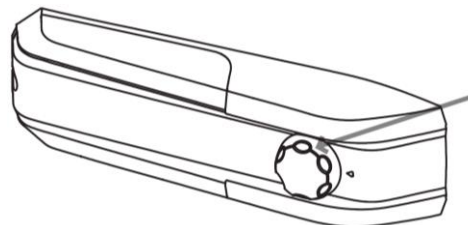

Fig. 1
- Unitatea de termostat pentru controlul aparatului este amplasată în interiorul compartimentului frigiderului (Fig. 1). Rotiți butonul termostat al termostatului dincolo de poziția „0”. Lumina este aprinsă atunci când ușa frigiderului este deschisă. Rotirea butonului la „0” oprește complet produsul.